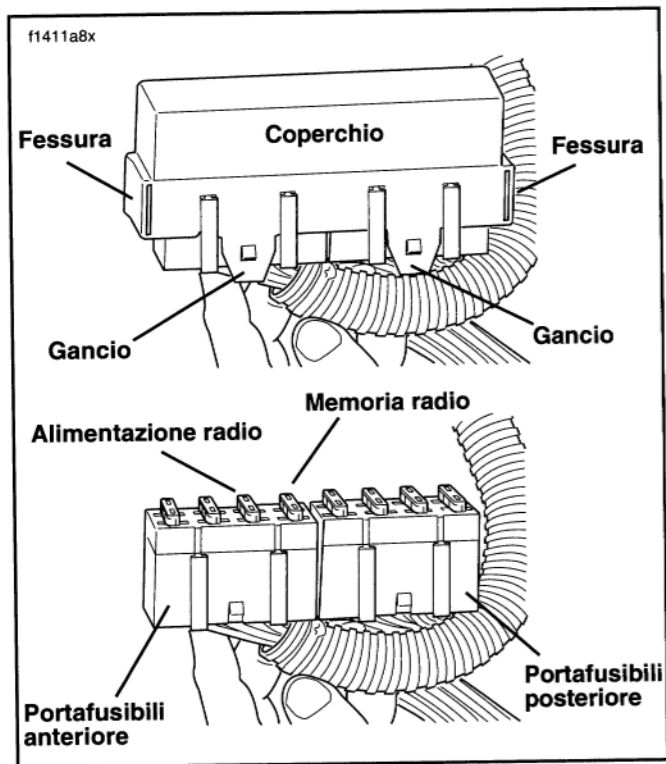

Figura 50. Portafusibili
3. Vedere la figura 50. Individuare i due fusibili radio sul quadretto portafusibili anteriore. Il fusibile da 10 ampere invia corrente alla radio tramite l'attivazione di un relè interno, mentre il fusibile da 15 ampere fornisce corrente diretta e continua alla memoria della radio ed all'orologio e quando il relè interno viene attivato, alimenta anche i circuiti principali della radio.